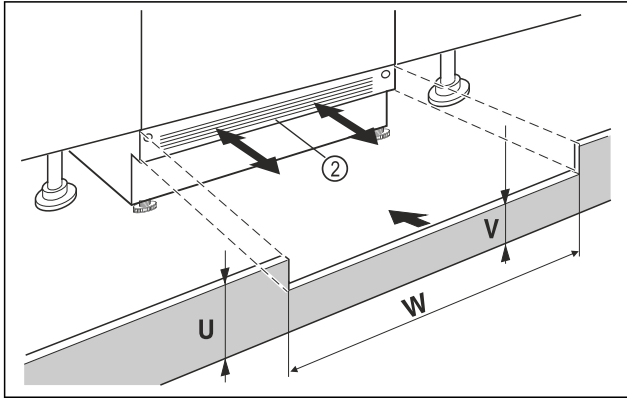

Fig. 37 Ilustratīvs attēlojums
- Uzlieciet, taču vēl nenofiksējiet ierīces pamatnes aizsegu Fig. 37 (2).
- Ja ir redzams pamatnes aizsegs Fig. 37 (2), pavelciet to tik tālu uz priekšu, lai ventilācijas režģa priekšējā mala un mēbeles pamatnes aizsegs veidotu vienu līmeni.
- Ja ir nosepts pamatnes aizsegs Fig. 37 (2), bīdīet to pilnīgi uz aizmuguri.
- Ievērojiet, lai būtu pilnīgi brīvas ventilācijas spraugas: Pielāgojiet pēc vajadzības mēbeles pamatnes aizsega Fig. 37 (U) augstumu!
- Gar nišas platumu Fig. 37 (W) pielāgojiet pārsedes augstumu Fig. 37 (V) zem ierīces pamatnes aizsega Fig. 37 (2).